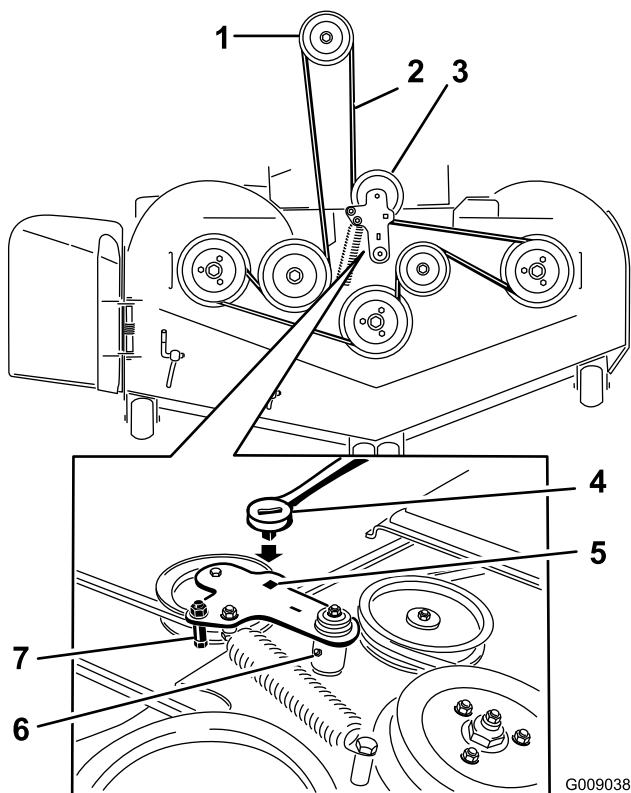

Figura 95
6. Sollevate la bacinella e inserite il cricchetto nel foro quadrato del tendicinghia del piatto di taglio (Figura 95).
7. Ruotate il tendicinghia del piatto di carico in senso orario e togliete la cinghia del tosaerba (Figura 95).